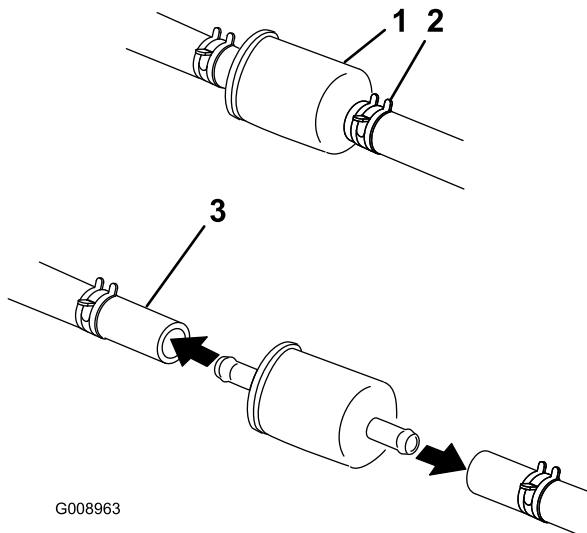

Figura 45
5. Apriete los extremos de las abrazaderas y deslícelas por el tubo alejándolas del filtro (Figura 45).
7. Instale un filtro nuevo y acerque las abrazaderas al filtro (Figura 45).